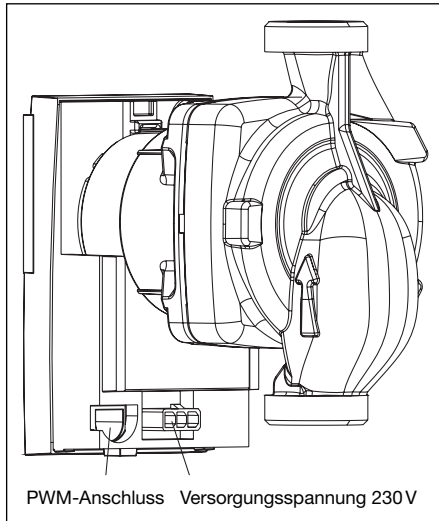

Abb. 5.2 Anschlüsse Pumpe
- Pumpenkabel mit der Elektronikbox verkabeln (siehe Verkabelungsplan Abb. 5.2).